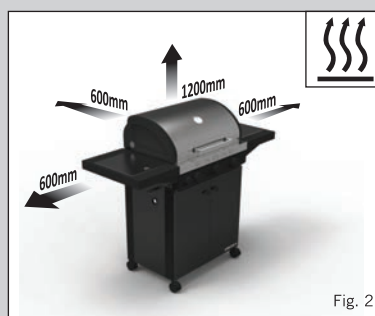

Fig. 2
- Sørg for at bruge apparatet væk fra brandbare materialer. Den mindste sikre afstand er 1,2 m over apparatet og 600 mm på bagsiden og på siderne af apparatet (se Fig. 2).